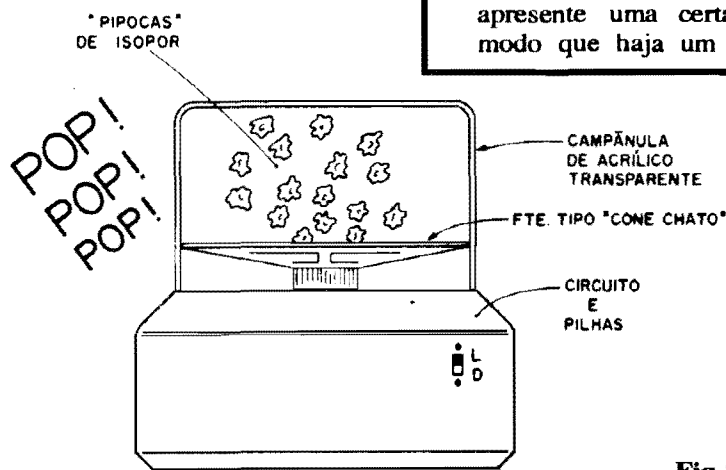

Fig. 8
- FIG. 8 - A PIPOQUEIRA... - O diagrama ilustra a razão do alto-falante de "cone plano"... Numa caixa redonda e baixa podem ficar os módulos do GRUB e do esquema 7-B, incluindo as pilhas para alimentação (no caso, 4 ou 6 pilhas pequenas, num suporte...). Sobre a caixa, fica o alto-falante, com a "cara" pra cima, dentro de uma campânula de acrílico transparente (pode ser aproveitada de containers de uso doméstico os mais diversos... Na cozinha da mamãe ou da esposa o Leitor/Hobbysta encontrará algo assim...). É importante que o cone plano do alto-falante fique, internamente, como "base" do ambiente da campânula, e que esta apresente uma certa altura, de modo que haja um espaço livre